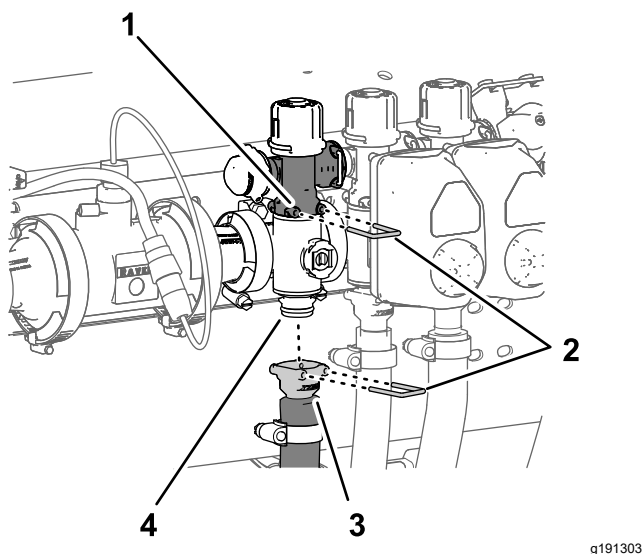

Figure 125
- Retirez l'étrier qui fixe le raccord rapide de la vanne de dérivation de section à la vanne de section du collecteur (Figure 125)
2. Retirez l'étrier qui fixe le raccord rapide du flexible d'alimentation de section au collecteur et l'étrier qui fixe le raccord rapide de la valve du collecteur de section (Figure 125).